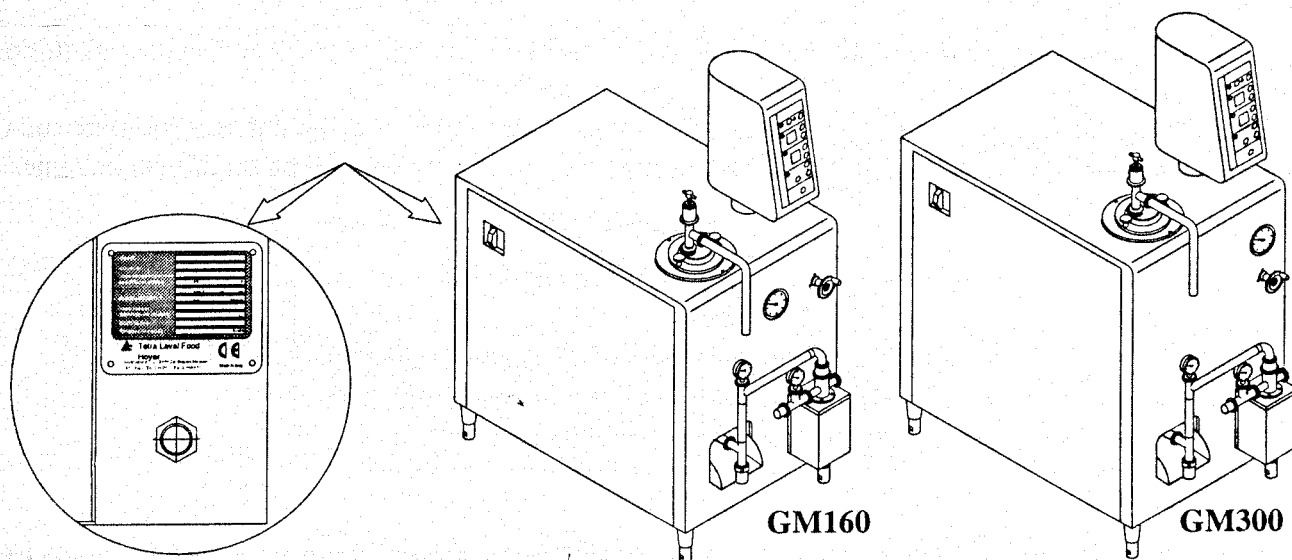

Fig.4.4
- a. Posizionare la macchina nel luogo di produzione, controllando i dati di targa per assicurarsi che la macchina sia compatibile con l'alimentazione elettrica esistente (Fig.4.4).